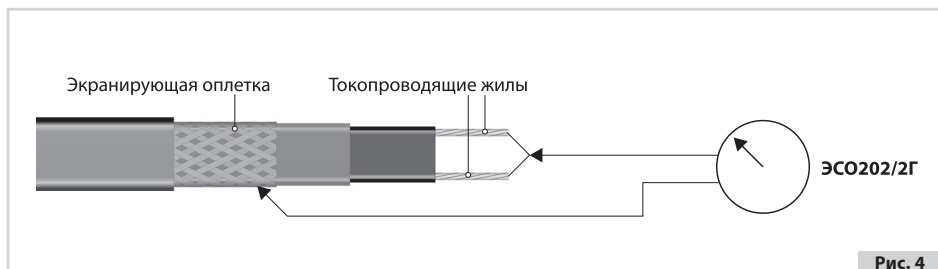

Рис. 4
5.13 Саморегулирующиеся нагревательные кабели имеют температурно-зависимое сопротивление и данные о величине сопротивления не являются достоверным ориентиром для определения присоединённой нагрузки. По этой причине саморегулирующиеся нагревательные кабели проверяются только на сопротивление изоляции нагревательного элемента (измерение производится между токоведущими жилами и экранирующей оплёткой нагревательного кабеля) и сопротивление оболочки нагревательного кабеля (измерение производится между экранирующей оплёткой нагревательного кабеля и контуром заземления) (см. рис. 4).